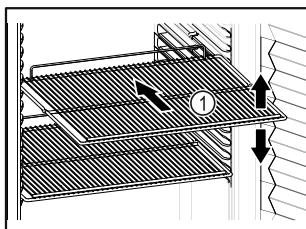

Fig. 60 例图
- 如果存放格栅 Fig. 60 (1) 可移动, 则根据高度进行调整。